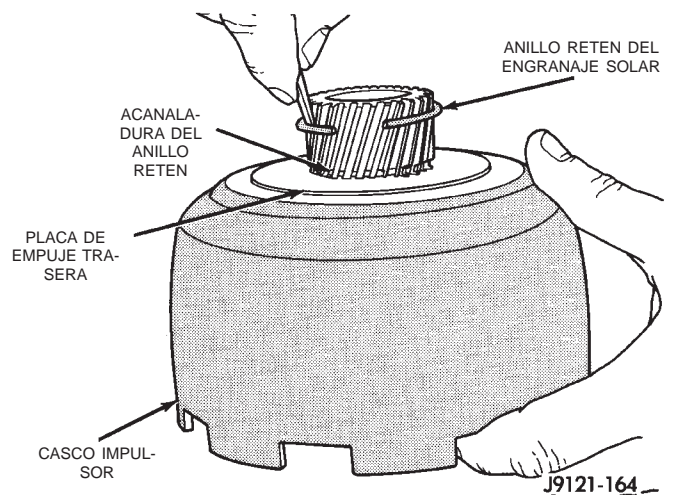

Fig. 156 Instalación del anillo retén del engranaje solar
(11) Alinee la placa de empuje trasera en el casco impulsor e instale el anillo retén del engranaje solar. Asegúrese de que el anillo esté totalmente asentado en la acanaladura del anillo del engranaje solar (Fig. 156).